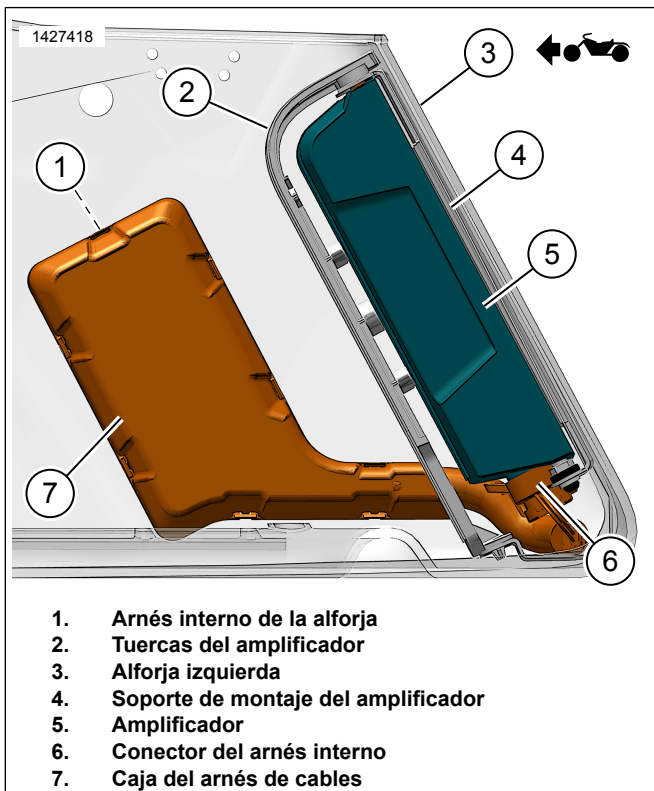

Figura 8. Arnés de la alforja con amplificador
13. Vea la Figura 8. Instale el conjunto de soporte e montaje del amplificador.